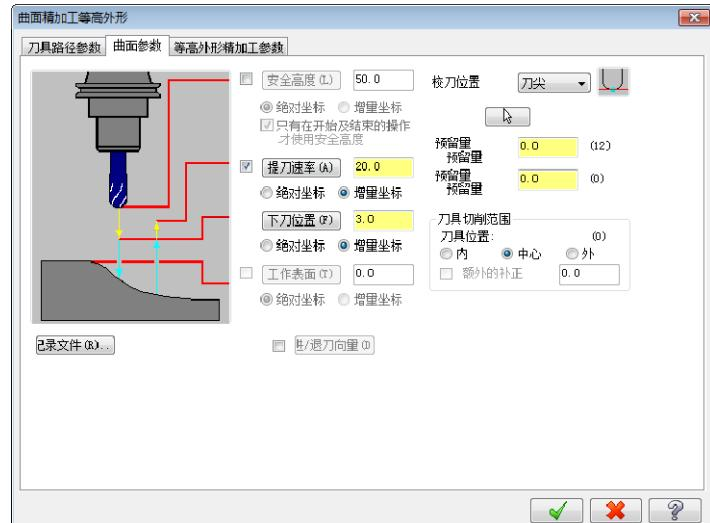

图 10-186 设置曲面参数
⑤ 设置曲面参数。单击“曲面参数”选项卡，设置提刀速率为 20，进给下刀位置为 3，如图 10-186 所示。